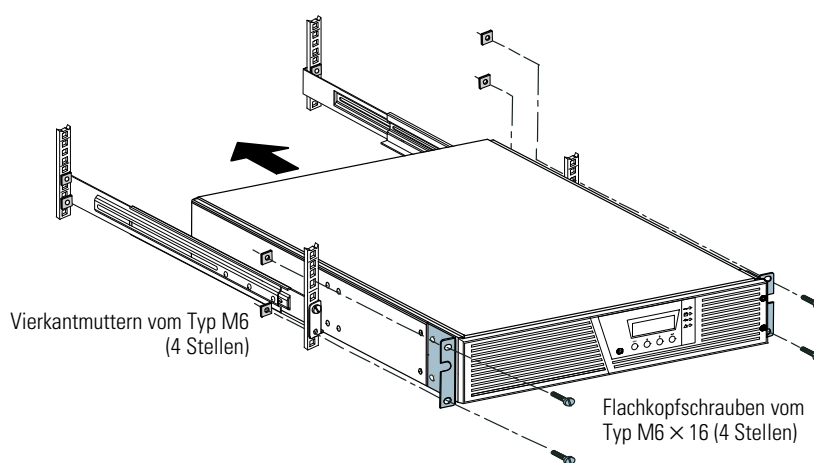

Abbildung 7. Befestigen der Gehäusefront
- 12.** Befestigen Sie die Front der USV am Rack unter Verwendung von zwei M6 × 16 Flachkopfschrauben und zwei M6 Vierkantmuttern auf jeder Seite (siehe Abbildung 7). Montieren Sie die untere Schraube auf jeder Seite durch das untere Loch des Befestigungswinkels und das untere Loch der Schiene. Wiederholen Sie den Vorgang für alle weiteren Gehäuse.